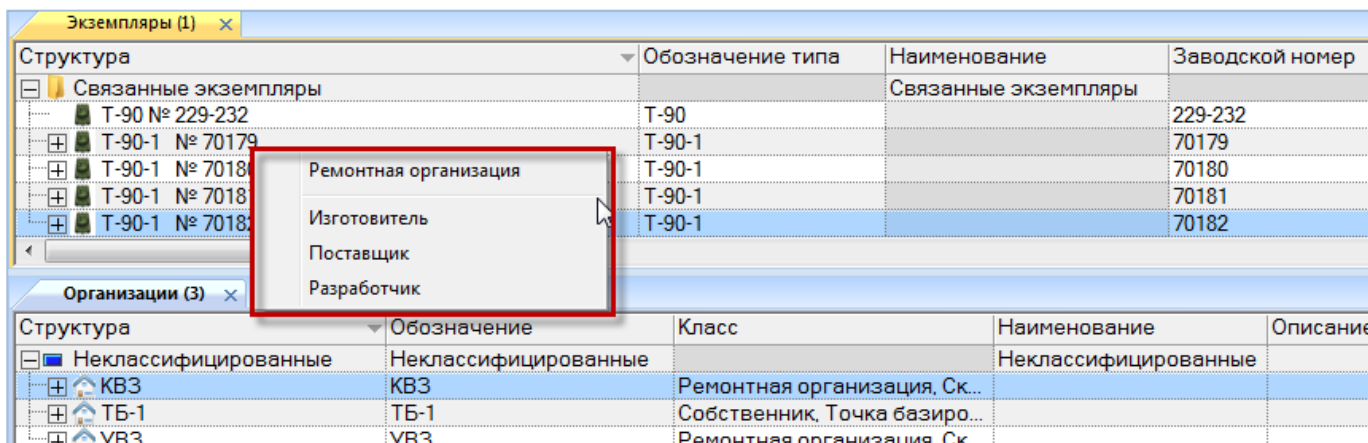

Рис. 20-37 – Выбрать тип связи между экземпляром и организацией
3) В появившемся списке выбрать тип связи между экземпляром и организацией (рис. 20-37).